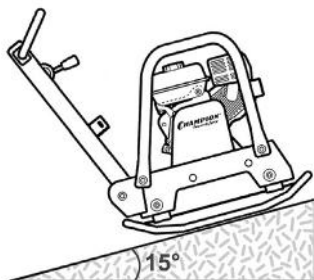

Рис. 13 Максимальный угол наклона виброплиты
13. Будьте предельно внимательны при работе на склонах. Максимальный угол наклона не должен превышать  $15^\circ$  (Рис. 13). На максимальных углах наклона следует подниматься задним ходом, чтобы предотвратить опрокидывание виброплиты.